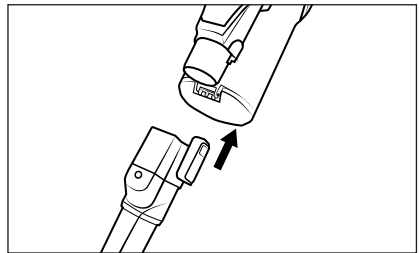

Fig. 14
- ◆ Monte el accesorio en el tubo de aspiración **23** o en el orificio de aspiración del aparato hasta que encastre con un chasquido (consulte la fig. 14). Para ello, asegúrese de que el encastre esté en la posición correcta.